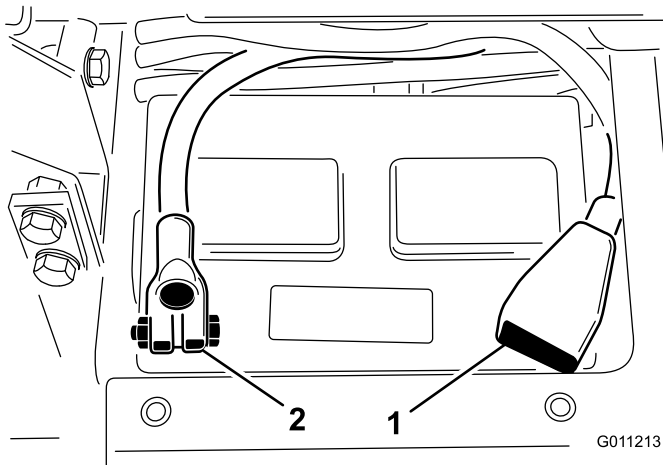

Figura 5
8. Conecte el cable positivo (rojo) al borne positivo (+) y el cable negativo (negro) al borne negativo (-) de la batería usando pernos y tuercas (Figura 5). Asegúrese de que el terminal positivo (+) está colocado a tope en el borne, y que el cable está colocado junto a la batería. El cable no debe entrar en contacto con la tapa de la batería.